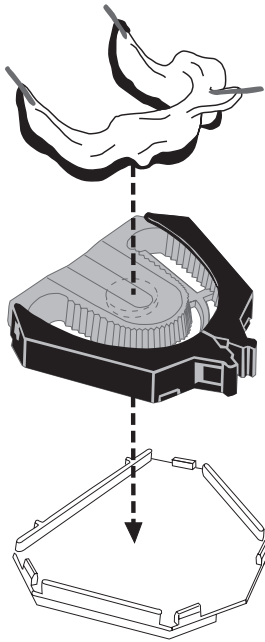

Abb. 1
5. Richten Sie die 3 Referenzmarkierungen des Abformlöffels mit der Mittellinie und den posterioren Referenzmarkierungen von Accu-Trac aus (Abb. 1).